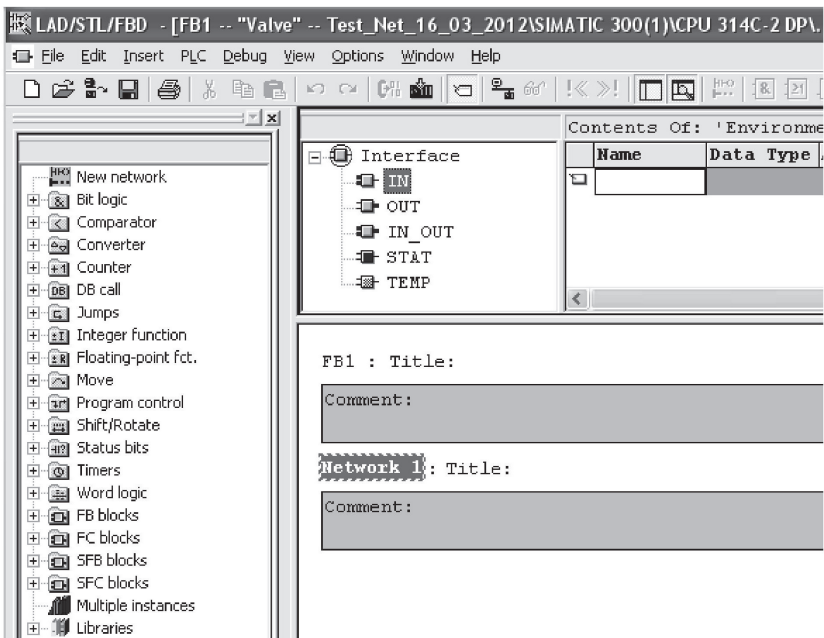

Рис. 2.16. Редактор блоков LAD/STL/FBD
4. Дважды кликаем левой клавишей мыши по появившемуся блоку FB1, на экране должна появиться такая картина (рис. 2.16).